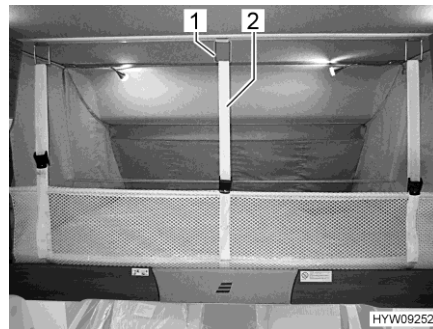

Bild 63 Skyddsnet (höjbar säng)
- Lossa säkerhetsremmarna (Bild 63,2) och lägg skyddsnetet under madrassen.
- Haka fast säkerhetsremmarna (Bild 63,2) i krokarna (Bild 63,1) i taket.